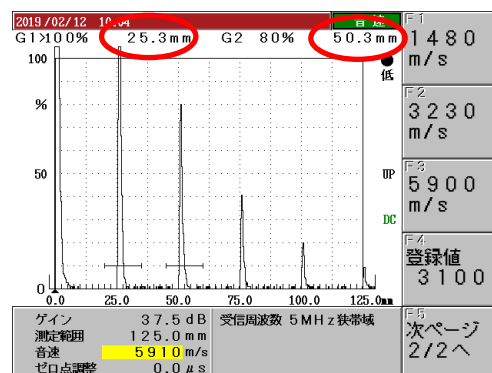

図5 測定範囲の調整
② ^{音速} **8ヤ** **TUV** キーを押すとFキーの表示が図5の右側になる。**F3** キーを押して音速を5900m/sにする。
③STB-A1の25mm厚さの部分を用いて多重エコーを図5のように表示させる。
④次に、ゲート1をB₁エコーに、ゲート2をB₂エコーに掛けるように移動させる。
⑤B₂エコー高さを80%として、^{音速} **8ヤ** **TUV** キーを押し、次に **←** **↑** **→** **↓** キーを使って、B₁とB₂のビーム路程差が丁度25.0mmになるように調整する。(図5上部参照)